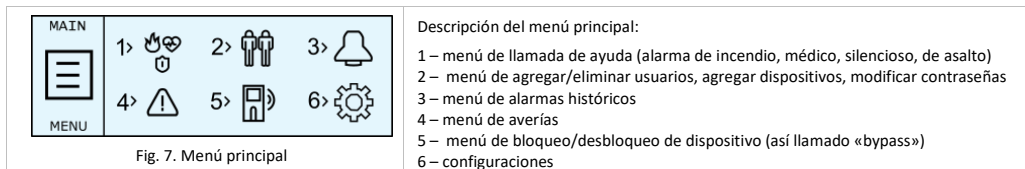
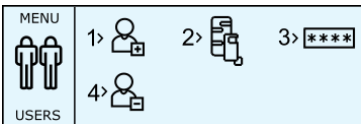

Fig. 7. Menú principal
Fig. 11. Menú de opciones de usuario
10. Menú principal Al apretar el botón aparecerá el menú principal del teclado (Fig. 7):
Desde el nivel de opciones de usuario (cf. Fig. 11) se puede agregar un nuevo, adscribirle un dispositivo (AVA KEY/mando), modificar el código de usuario y eliminar el ya existente al apretar los botones **1**, **2**, **3** o **4**.
Para agregar un nuevo usuario desde el menú principal (Fig. 7) hay que seleccionar **2** (Fig. 11) apretando **2**, y después seleccionar **1** (Fig. 11) apretando **1**.
Para adscribir o eliminar un dispositivo, del menú principal hay que seleccionar **2** (Fig. 7), y después seleccionar **2** (Fig. 11).
Para modificar el código de usuario, del menú principal hay que seleccionar **2** (Fig. 7), y después ******* (Fig. 11).
Para eliminar un usuario, del menú principal hay que seleccionar **2** (Fig. 7), y después **3** (Fig. 11).